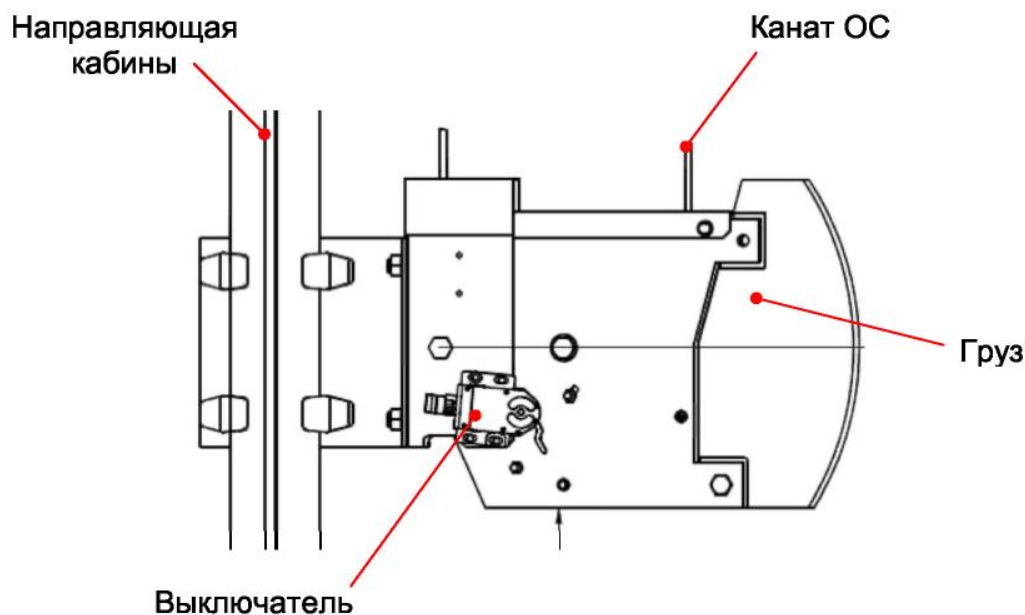

Рис. 9. Натяжное устройство каната ограничителя скорости
1.4.3.5. Натяжное устройство каната ОС (*рис.9*) расположено в приямке, закреплено на направляющей кабины лифта и предназначено для обеспечения необходимого натяжения